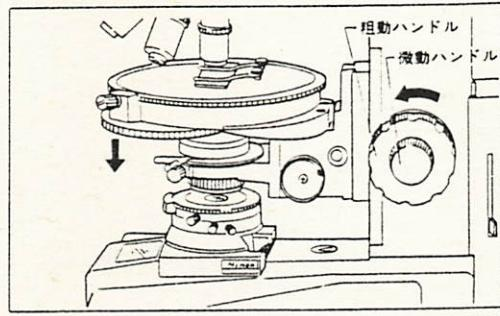

図25
- ハンドルの回転方向とステージの上下動方向は図25の矢印の通りです。